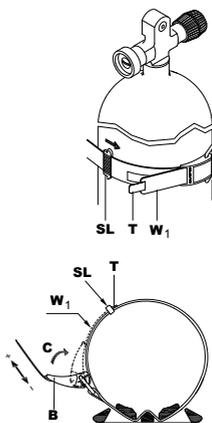

fig. 2-5
2. Se il jacket è dotato di schienalino rigido, posizionare la cavità (S) della piastra schienalino sulla spalla della bombola (fig. 2-6) quindi fissare il nastro (fig. 2-5 e 2-7) della cintura a sgancio rapido (W1) attorno alla bombola.
3. Chiudere la fibbia (C) (fig. 2-7). Se il nastro è troppo teso o troppo lasco, aprire il velcro e la fibbia per regolare nuovamente la lunghezza del nastro (fig. 2-5) della cintura a sgancio rapido (W1). Per ulteriore sicurezza, far scorrere il passante (SL) (fig. 2-5) attorno al terminale nastro (T). Nei jacket dotati di schienalino rigido, a bombola montata, è possibile sollevare il gruppo con la maniglia integrata nello schienalino.